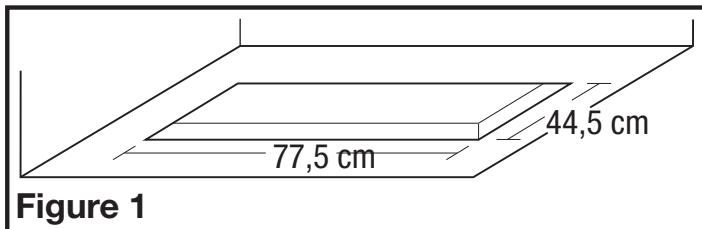

Figure 1
- Découpez un trou de 77,5 cm de large sur 44,5 cm de profond dans l'armoire ou le couvert dans lequel sera monté l'unité (**Figure 1**):